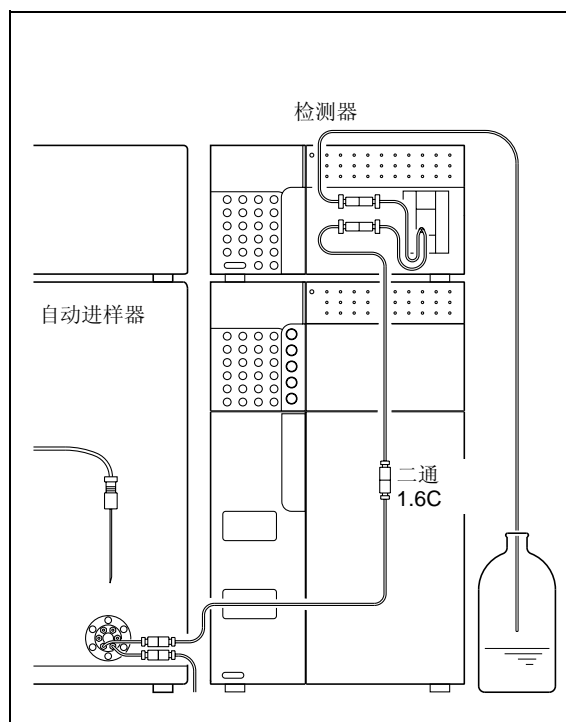

图 7.5
- 3** 清洗系统流路。下面描述了不同的清洗情况。在清洗流路前，务必要从系统取下色谱柱，并用三通 1.6C 连接色谱柱进样口和出样口（"图 7.5"）。